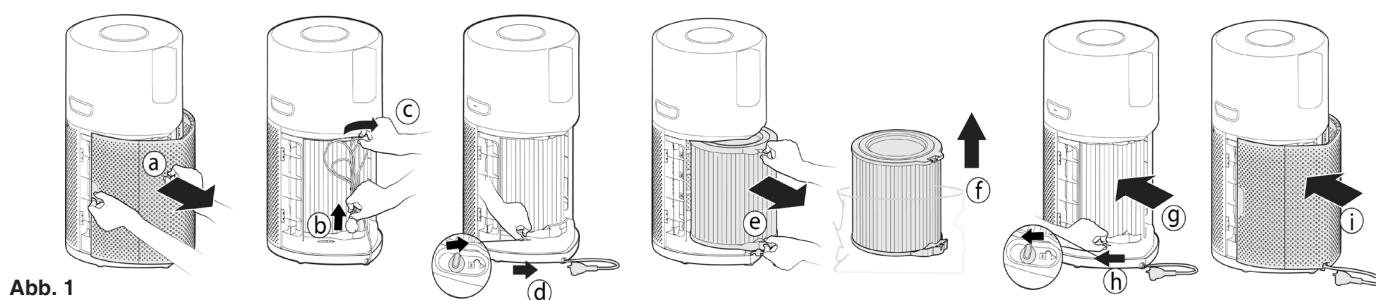

Abb. 1
2.1 DEN FILTER INSTALLIEREN [Abb. 1]